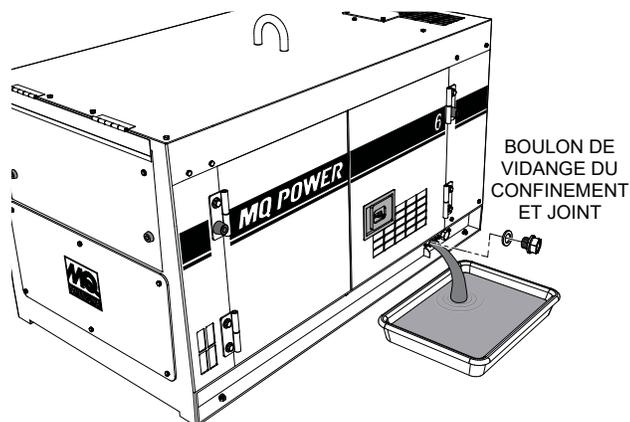

Figure 27. Bouchon de vidange d'huile moteur
1. Retirez le bouchon de vidange d'huile moteur situé au bas de l'enceinte du générateur (Figure 27) et vidangez l'huile du carter. Pour de meilleurs résultats, vidanger l'huile pendant que le moteur est chaud. Réinstallez le bouchon de vidange d'huile et ajoutez de l'huile moteur comme indiqué dans le Tableau 6. La capacité d'huile du carter est de 5,39 pintes (5,1 litres).